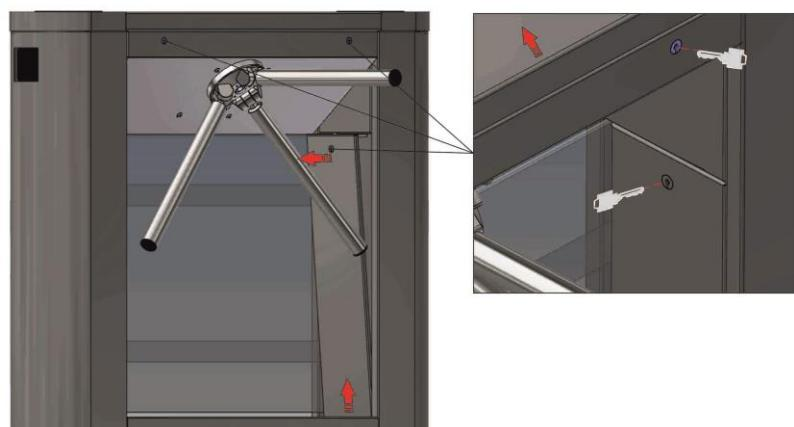

Рис. 15–Открытие двери и крышки турникета
8) Для доступа к крепежным отверстиям основания турникета-трипода «GALAXY-M» (Рис.15) необходимо снять две двери стоек турникета, открыв по одному замку дверей корпуса;